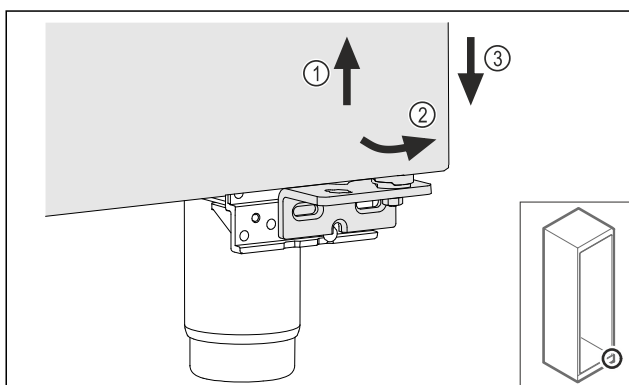

Fig. 18
- Levantar ligeramente la puerta Fig. 18 (1): inclinarla hacia delante por la parte inferior Fig. 18 (2) y bajarla Fig. 18 (3).